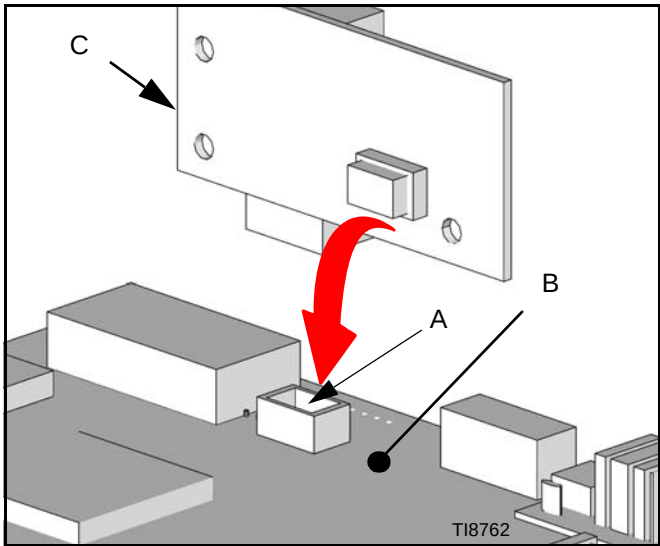

图 41
4. 找到位于显示器组件 249480 (B) 右下方的 10 针扩展连接器 J9 (A)。见 图 41。